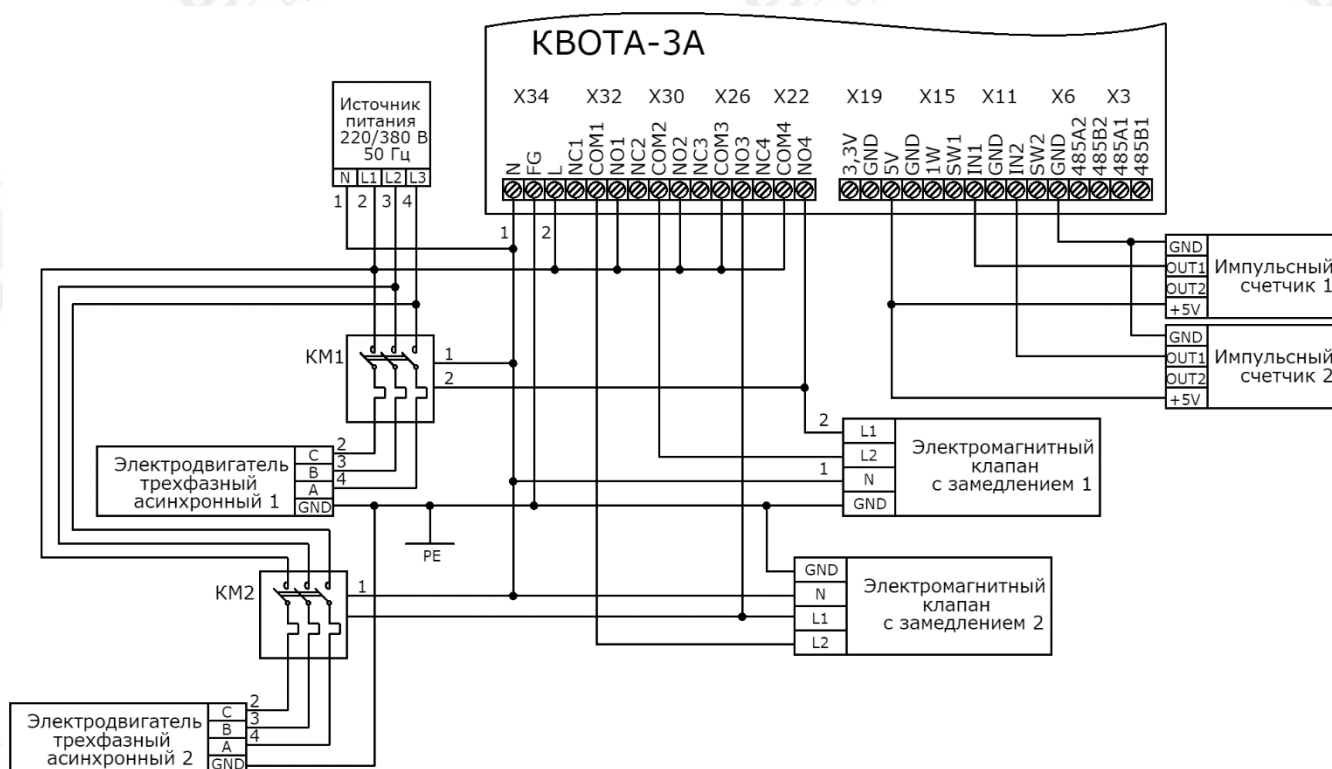

Рисунок 10
2. К насосному блоку с контроллером «КВОТА-3» может быть реализовано прямое подключение одной однопостовой колонки или подключение по интерфейсу RS-485 (рис. 10).